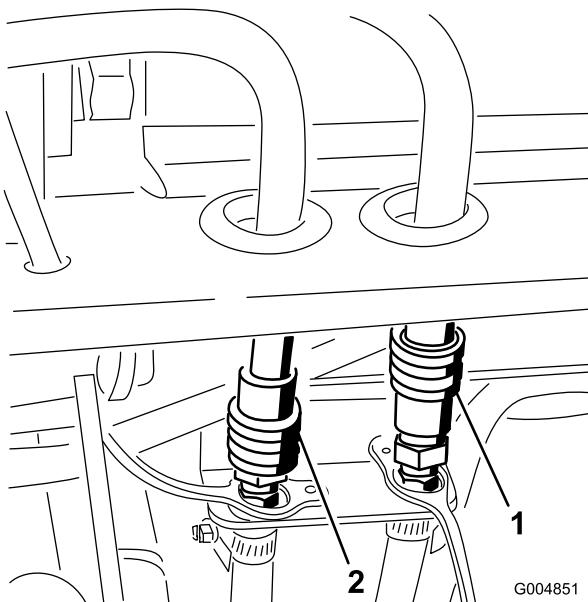

Figura 77
- Desligue as mangueiras de pressão e do acoplador rápido de retorno da cabina (Figura 77).